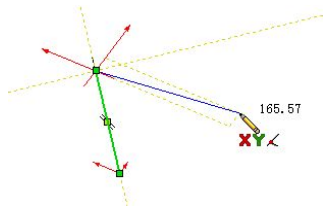

图 2-31 绘制 3D 直线
(1) 单击【草图】工具栏中的【3D 草图】按钮或选择【插入】|【3D 草图】菜单命令，进入 3D 草图绘制状态。
(2) 单击【草图】工具栏中的【直线】按钮，系统弹出【插入线条】属性管理器。在图形区域单击鼠标左键开始绘制直线，此时出现空间控标，帮助在不同的基准面上绘制草图（如果想改变基准面，可按下键盘上的 Tab 键）。
(3) 拖动鼠标指针至直线段的终点。
(4) 如果要继续绘制直线，可选择线段的终点，然后按下键盘上的 Tab 键转换到另一个基准面。
(5) 拖动鼠标指针直至出现第二段直线，然后释放鼠标，如图 2-31 所示。